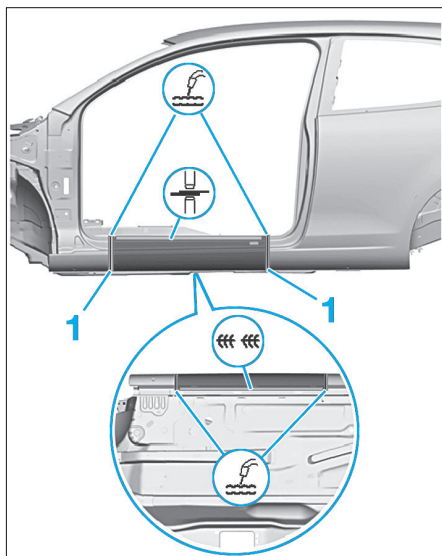

FIG. 96
- Souder le bas de caisse à la pointeuse électrique (**Fig.96**).
- Souder les lignes de coupe (1) par cordon point sur point de brasure MIG-L.